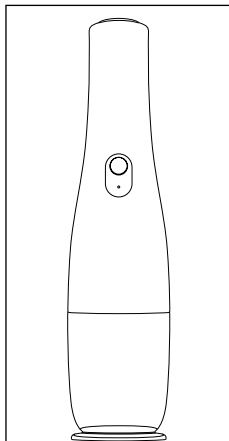

Fig. 5
6. Pour ranger l'appareil, posez-le sur le capuchon de fermeture ❶, qui peut également servir de pied (voir fig. 5).